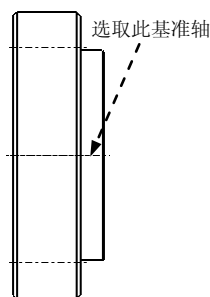

图 3.8.37 选取基准轴
(1) 在对话框中，选取 类别 区域中的 **截面** 选项。
(2) 将 **剖面选项** 设置为  2D 剖面，将 **模型边可见性** 设置为  全部，然后单击  按钮。
(3) 在 名称 下拉列表框中选取剖截面  B (B 剖截面是偏距剖截面，在零件模块中已提前创建)，在 剖切区域 下拉列表框中选取 **全部(对齐)** 选项。
(4) 在系统  选取轴 (在轴线上选取)。 的提示下选取图 3.8.37 所示的轴线 (如果在视图中基准轴没有显示，需单击  按钮打开基准轴的显示)。